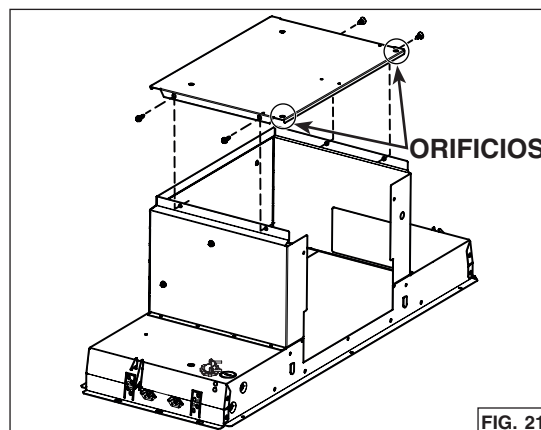

FIG. 21
- Instale la placa trasera en la parte superior del aparato, dónde estaba la placa de soporte del ventilador. Los orificios cerca de las esquinas deben encontrarse en la parte trasera del aparato. Sujétarla a la parte superior del aparato usando los 4 tornillos retirados previamente al paso 6 (FIG. 21).
Para un conducto redondo, use 4 tornillos para metales no. 8-18 x 1/4 pulg. (incluidos) para fijar el adaptador/compuerta de 6 pulg. redondo (incluido) en la parte superior del aparato, sobre el orificio de salida del ventilador (FIG. 21).